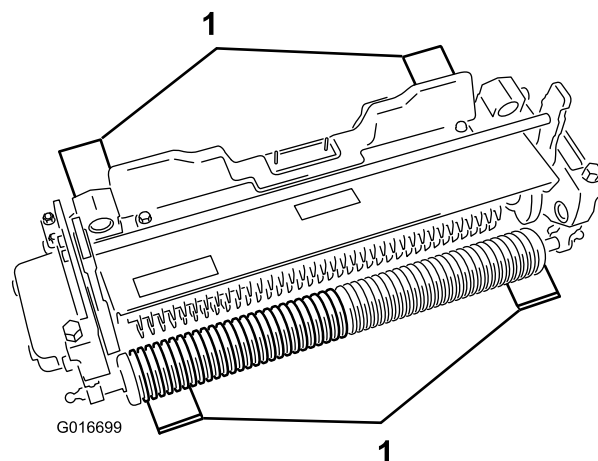

Figura 4
2. Posizionate le 4 barre di misura (alla profondità di penetrazione della lama sotto il terreno desiderata) sotto il rullo anteriore e il rullo posteriore del dispositivo antifeltro (Figura 4).